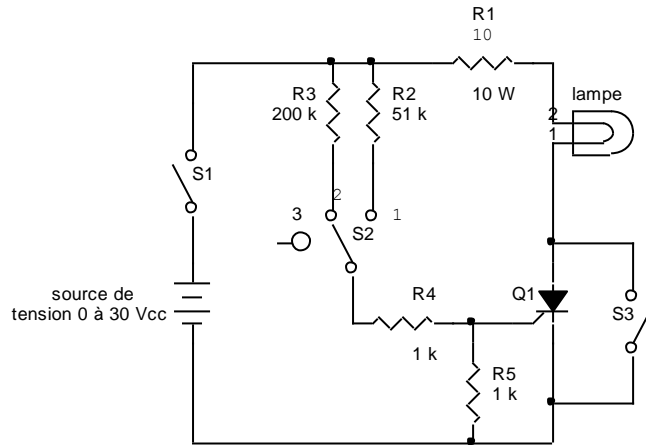

Figure 1-1 : Circuit à base d'un SCR en régime continu.
- 2. montez le circuit qui apparaît à la figure 1-1.*